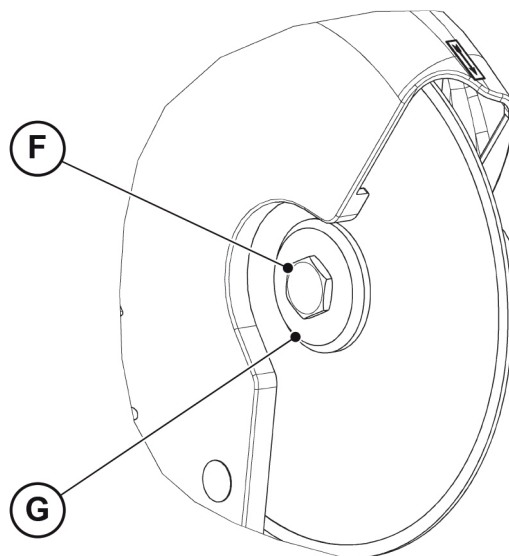

Abb. 09-10
- Den Schlüssel „E“ festhalten und dabei die Sechskantschraube „F“ (**Abb. 09-10**) abschrauben, die das Sägeblatt zwischen den beiden Flanschen befestigt.
- Anschließend Flansch „G“ (**Abb. 09-10**) abziehen und das Sägeblatt herausnehmen.
- Wenn das Sägeblatt auf der Welle sitzt, von Hand den sorgfältig geschmierten Flansch „G“ (**Abb. 09-10**) einsetzen und die Befestigungsschraube „F“ wieder montieren.